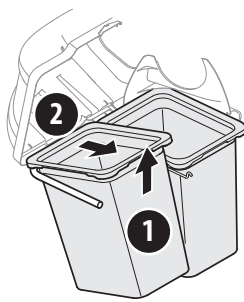

Figure 40
4. Pour retirer les sacs à herbe, soulevez chaque sac (1) et retirez-le du support (2). Voir Figure 40.